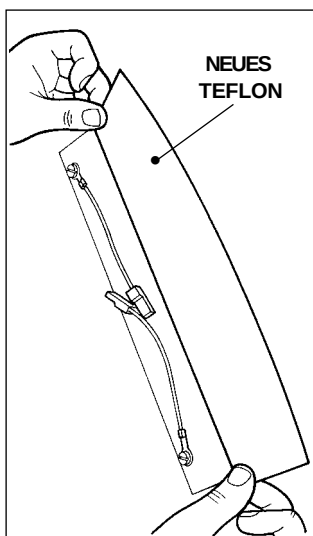
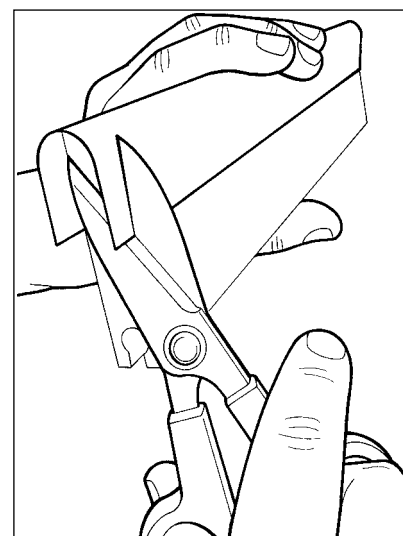

Abb. 4
Abb. 5
- 5) Setzen Sie die Schutzkappe (**C**) in die mittlere Bohrung gemäß (Abb. 4).
- 6) Putzen Sie mit einem in Reinigungs- bzw. Desinfektionslösung getränkten weichen Tuch den Boden und die Seitenwände der Vakuumkammer (Abb. 5); gehen Sie zum Einbau nach der Reinigung in umgekehrter Reihenfolge vor.
- 4) Bringen Sie das neue Band (Abb. 4) an und schneiden Sie die überschüssige Länge an den Enden ab (Abb. 5).